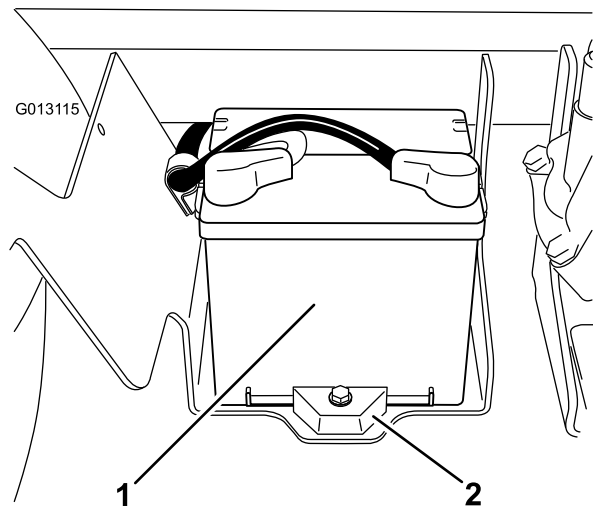

Bild 57
2. Die Batterie befindet sich an der rechten Seite der Maschine hinter der Pumpe (Bild 57).
5. Nehmen Sie die Batteriehalterungen und -befestigungen ab (Bild 57).
2. Setzen Sie die Batteriehalterung auf und befestigen Sie sie mit den drei vorher entfernten Befestigungen (Bild 57).
4. Setzen Sie die Batterieabdeckung auf und befestigen Sie sie mit den zwei Handrädern (Bild 57).
1. Lösen Sie die Handräder an beiden Seiten des Batteriekastens und nehmen Sie die Batterieabdeckung ab (Bild 57).